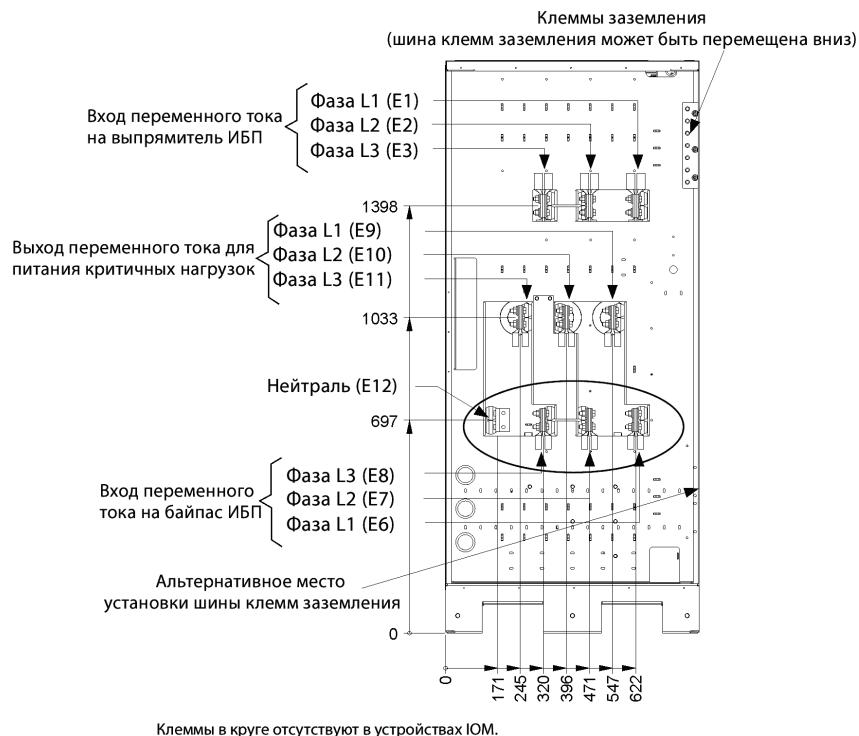

**Рис. 4-4. Расположение входов проводки**
Снимите верхние или нижние вводные пластины шкафа ИБП и просверлите/пробейте в них отверстия (см. Рис. 4-4).
2. Проведите входной и выходной кабели сверху или снизу шкафа к клеммам ИБП. Для получения информации о доступе к проводке и расположении клемм общего питания через выпрямитель см. Рис. 4-4 - Рис. 4-9, а для получения информации о расположении клемм отдельного питания через выпрямитель см. Рис. 4-7.
2. Проведите и подключите кабели аккумулятора между ИБП и аккумуляторными шкафами согласно инструкциям в руководстве по установке интегрированного аккумуляторного шкафа Eaton 9395 (модель IBC-L). Для получения информации о доступе к проводке и расположении клемм см. Рис. 4-4 - Рис. 4-9.
5. Проведите и подключите кабели аккумулятора между ИБП и аккумуляторной системой. Для получения информации о доступе к проводке и расположении клемм см. Рис. 4-4 - Рис. 4-9 .
5. Снимите верхние вводные пластины интерфейсной проводки шкафа ИБП и просверлите/пробейте в них отверстия и просверлите/пробейте в них отверстия (см. Рис. 4-4 на стр. 35).